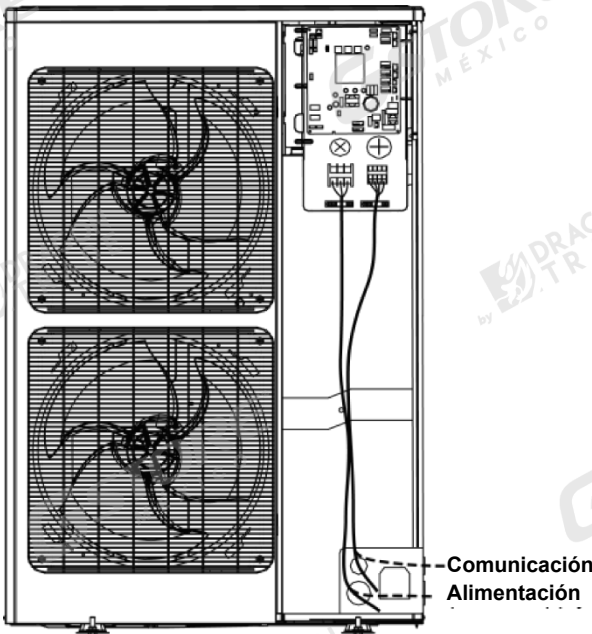

Fig. 26 Vista del cableado de ingeniería de GMV-224WL/C-F(B) y GMV-224WL/C-X(B)
- (1) Consulte la Fig. 26 y 27 para el cableado de ingeniería. Si en el recorrido del cableado hay un orificio para una brida, fije el cable con una brida. Conecte el cable de alimentación y el cable de comunicación a la placa de terminales correspondiente y al tornillo de conexión a tierra de acuerdo con el diagrama de cableado.
- (2) Tenga en cuenta que el cableado de ingeniería no puede tocar la tubería y el aparato.
- (3) Esta figura sólo es aplicable para el cableado de referencia de la fuente de alimentación y el cable de comunicación. Si existen diferencias entre la estructura de la figura y la unidad real, consulte la unidad real.
- (4) Para el cableado de ingeniería, consulte el diagrama de cableado suministrado con la unidad.